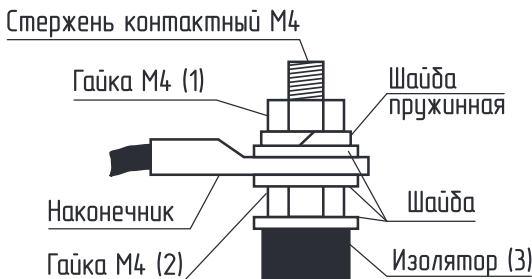

Рис.7 Присоединение проводов к выводам блок ТЭН
- При замене блок ТЭН присоединение фазных проводов к выводам блок ТЭН производить согласно **Рис.7**. Сечение кабеля указано в **Таб.1**;
- Провод нейтраль «N» подключить на перемычку блока ТЭН (**Рис.7**).